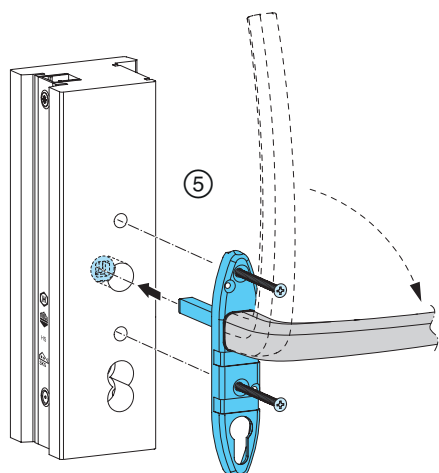

Abb. 48
- ⑤ Griffereinheit mit Getriebe koppeln und mittels Senkkopfschrauben M6 x ... durch Getriebe mit Muschelgriff verschrauben; **Abb. 48**.